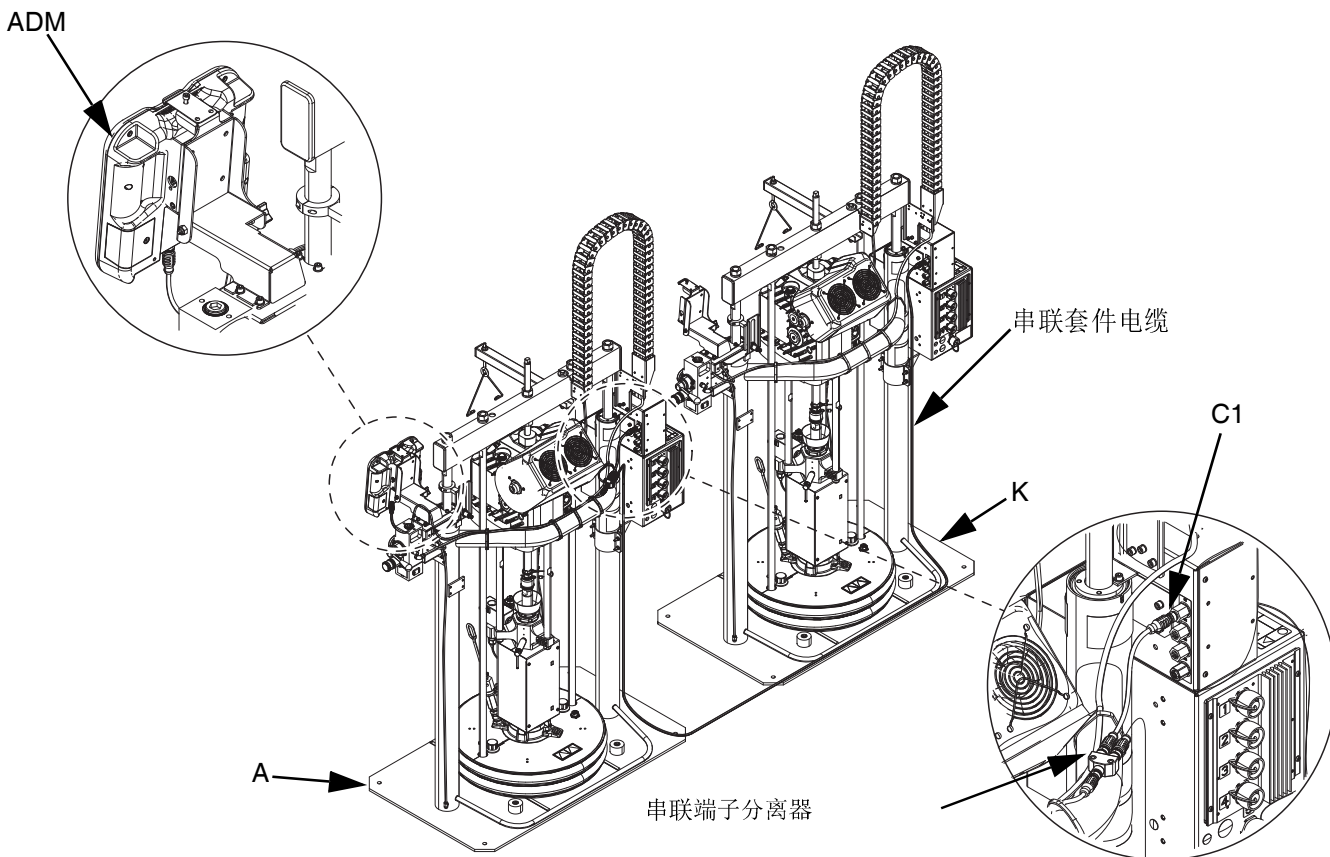

图 10: 通信连接
4. 使用套件中随附的扎带将电缆固定到柱塞机架上。有关电缆布线，请参见图 10。